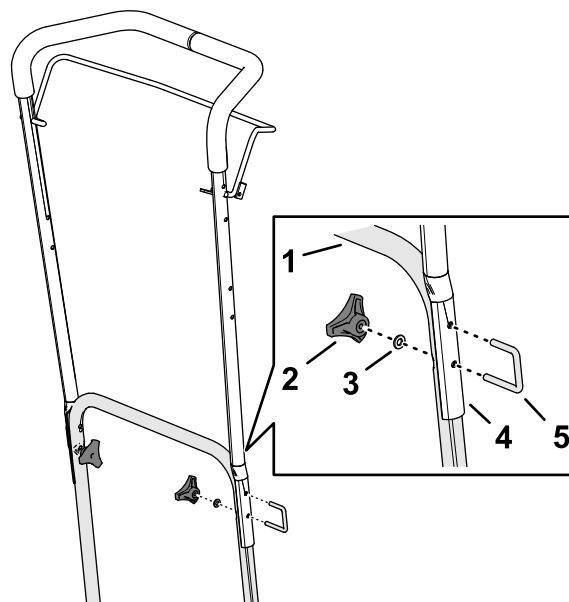

Figura 8
1. Aliniați orificiile din bara de ghidare superioară cu orificiile din bara de ghidare inferioară (Figura 8).